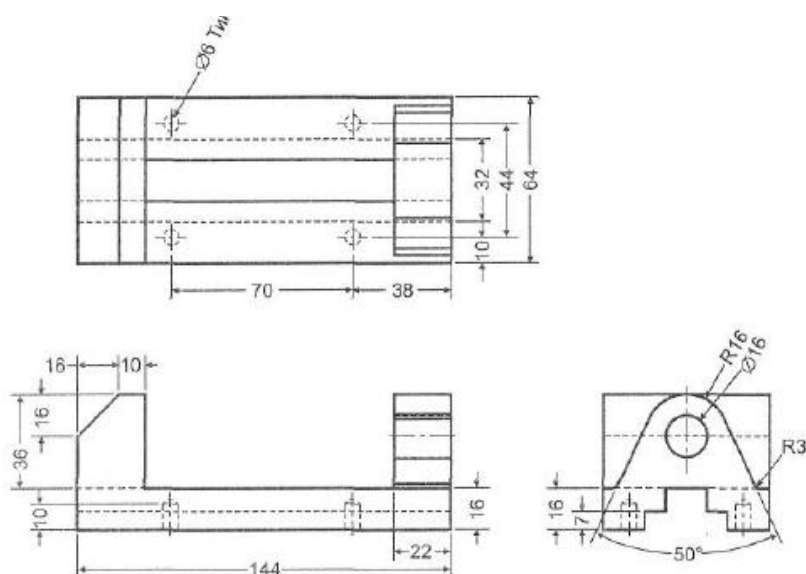
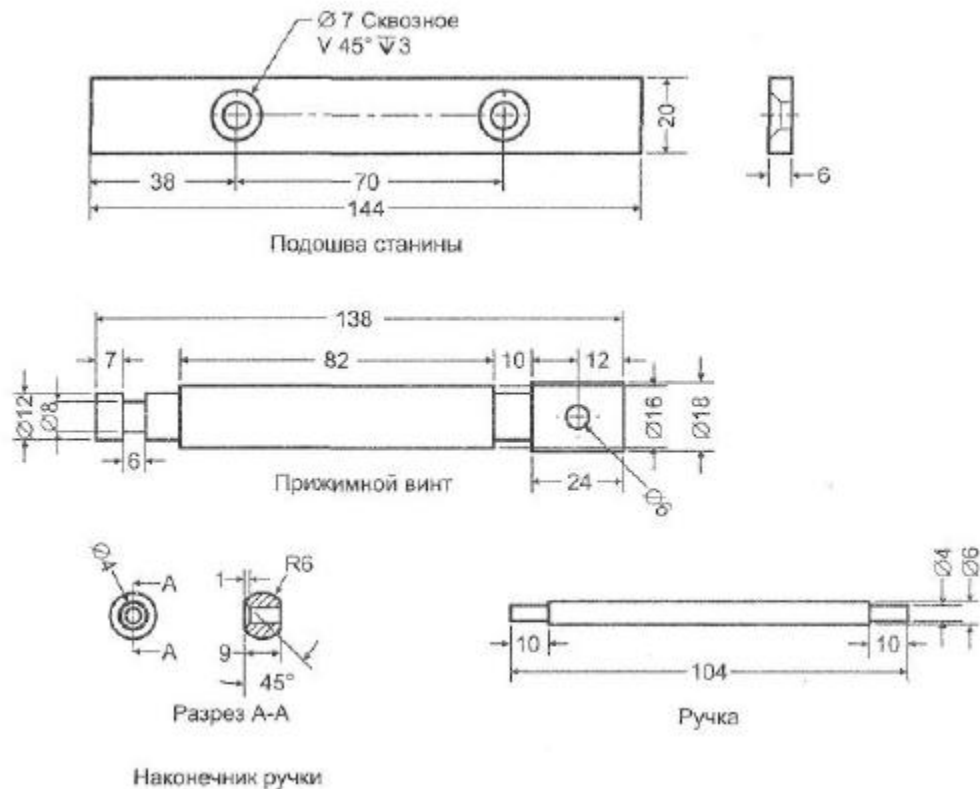

Рис. 7.1.2. Креслення основи тисків
Рис. 7.1.5. Креслення прижимного гвинта, ручка та накінецьника
1. Запустіть SolidWorks, виберіть режим ЗБІРКА. Тепер Ви можете імпортувати деталі для створення збірки. Сама збірка показана на рис.2 Деталі необхідні для створення даної збірки ви можете знайти в папці **ТИСКИ** (папка додається до роботи). Якщо створенні деталі у вас відсутні, то створіть їх використовуючи креслення на рис. 7.1.2-рис. 7.1.5.